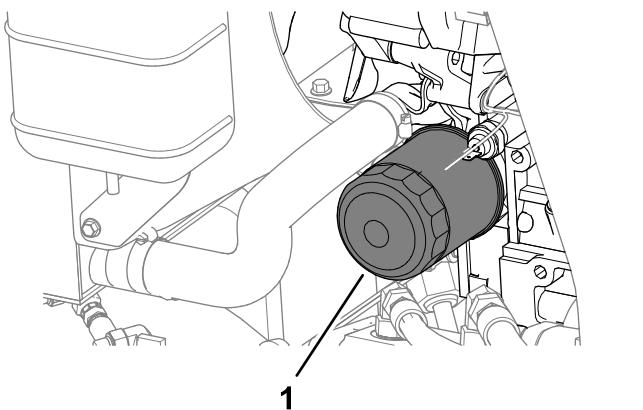

Рисунок 74
4. Снимите масляный фильтр (Рисунок 74).